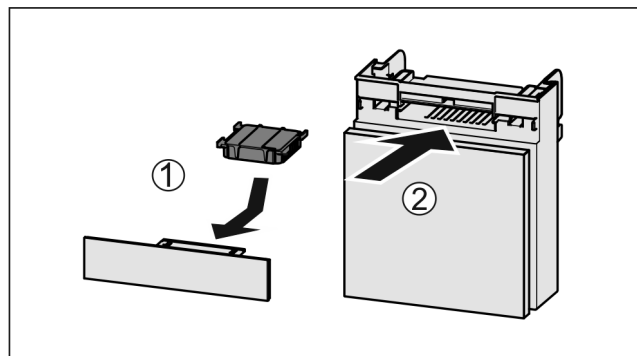

Fig. 137
- Actiefkoolfilter overeenkomstig afbeelding aanbrengen Fig. 137 (1).
- Lade erin schuiven Fig. 137 (2).